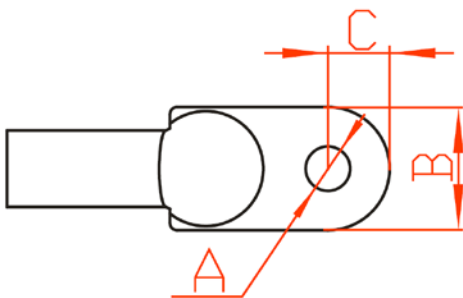

Figura 3-29 Requisitos de tamanho do terminal
- Quando a saída de CA usa fio de cobre, é recomendado utilizar terminais DT/OT (como mostrado na Figura 3-29). As especificações e requisitos do terminal são: $13 \text{ mm} \leq A \leq 15,5 \text{ mm}$, $B \leq 46 \text{ mm}$, $C \leq 22 \text{ mm}$.